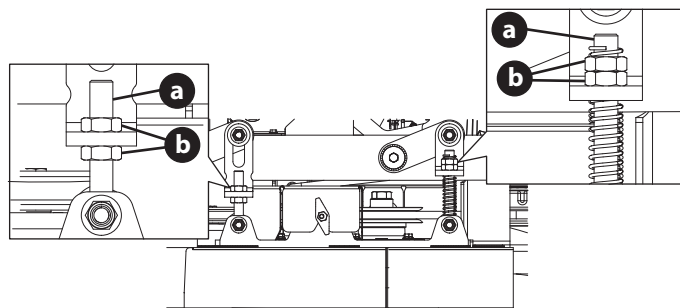

Fig. 30
- Ajuste el perno de ojo (a) en la parte delantera izquierda de la plataforma para que la altura desde la punta de la cuchilla externa derecha a la tierra coincida con la de la punta de la cuchilla externa izquierda. Esto se hace aflojando las contratuercas (b) en el perno de ojo (a) y apretando la contratuerca superior (b) para elevar la plataforma y aflojando la contratuerca (b) para bajar la plataforma. La altura de la punta de la cuchilla externa derecha se fija con el perno de ojo derecho (a), por lo que debe ajustar la punta externa izquierda para que coincidan (Fig. 30).
- Cuando logre el ajuste correcto, vuelva a apretar la contratuerca (b) (Fig. 30).
- Afloje las contratuercas (b) en la parte posterior izquierda y derecha de los pernos de ojo (a) (Fig. 30).
- Comience en la parte posterior derecha para elevar la parte trasera de la plataforma, ajuste la contratuerca superior (b) para elevar la plataforma o afloje la contratuerca superior (b) para bajar la plataforma (Fig. 30).
- Ajuste la contratuerca (b) en la parte trasera izquierda para eliminar la "holgura" de la varilla roscada (Fig. 30).
- Apriete ambas contratuercas inferiores (b) para asegurar el ajuste de la plataforma (Fig. 30).
- El ajuste final sería eliminar la "holgura" del varillaje trasero izquierdo si la parte posterior de la plataforma se elevó ajustando las contratuercas (b) en el perno de ojo (a). Afloje las contratuercas (b) y apriete la contratuerca superior (b) para eliminar la "holgura" (Fig. 30).
- En muchos casos será necesario ajustar la altura de la plataforma usando los ajustes de ambos pernos de ojo (a) y el ajuste de inclinación para lograr las alturas correctas entre cuchillas y suelo (Fig. 30). Si recuerda que el ajuste de la punta delantera de la cuchilla derecha es fijo y usted nivela a esa altura, el ajuste de las plataformas será más simple.